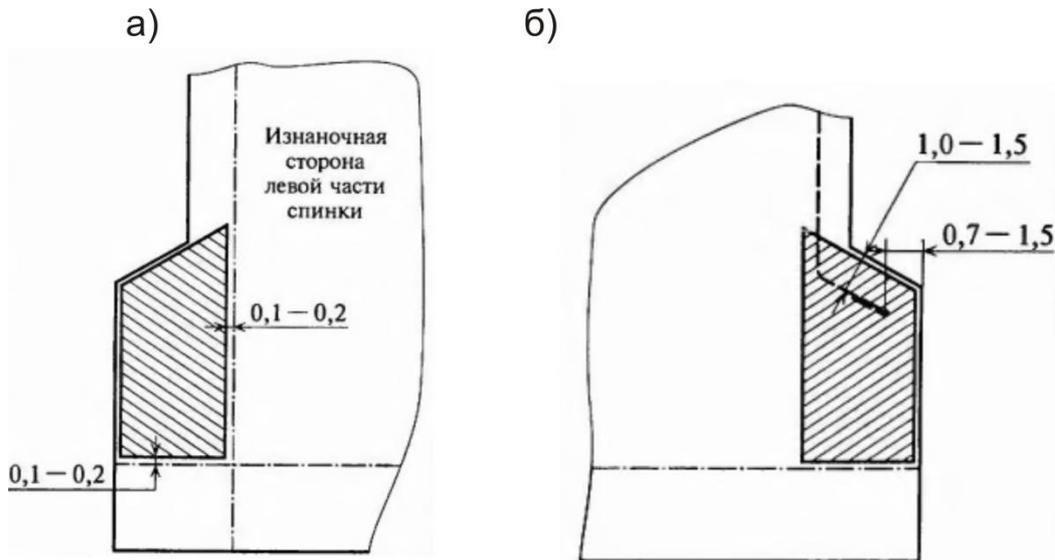

Рисунок 2
14. Детали спинки складывают лицевыми сторонами внутрь, уравнивают срезы среднего шва, шлицы и стачивают средний шов, начиная от метки, обозначающей конец втачивания молнии, далее вниз до шлицы, и заканчивая строчку по верхнему срезу шлицы, не доходя 0,7 см до бокового среза припуска шлицы (рис. 2,б).